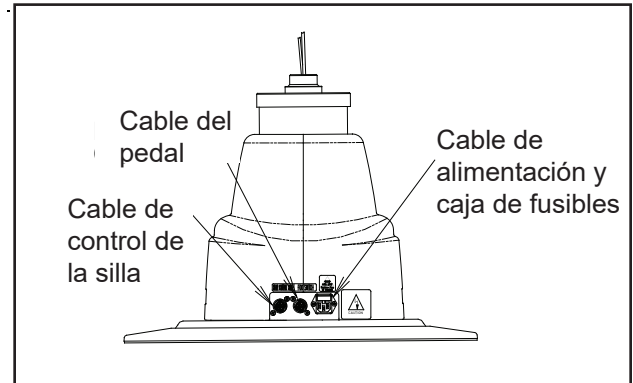

FIGURA 1
2.2.2.1. Ubique el pedal, el cable de control de la silla y el cable de alimentación. Consulte la Figura 1 para ver la ubicación del receptáculo y conecte todos los cables.